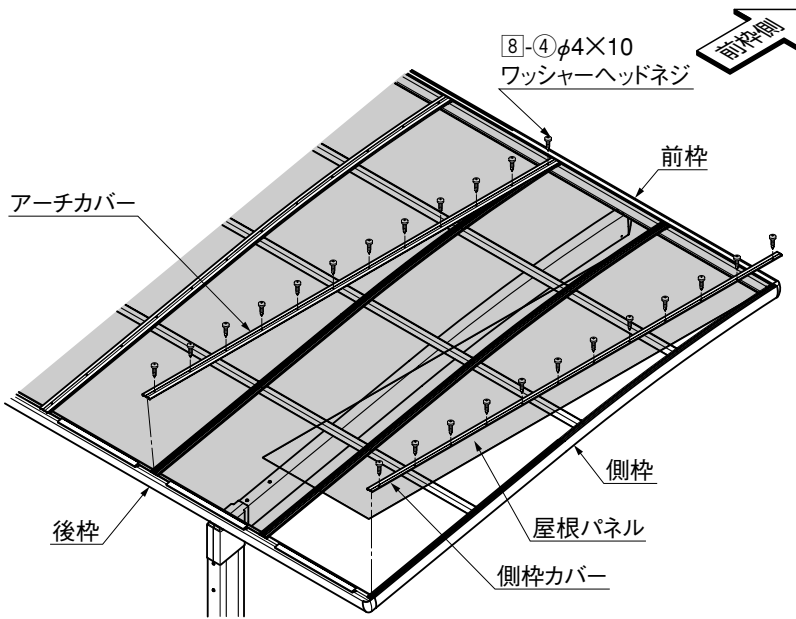

図5-5
- ① アーチカバー・側柵カバーを前柵に突き当てて、前柵側からアーチに[8]-④で取付けてください。(図5-5参照)